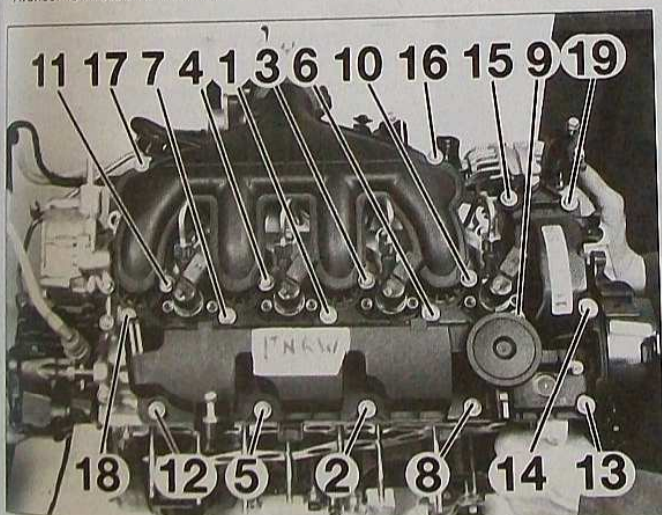

FIG.47
- le collecteur d'admission avec des joints neufs et serrer les dans l'ordre et au couple prescrit (Fig.47).